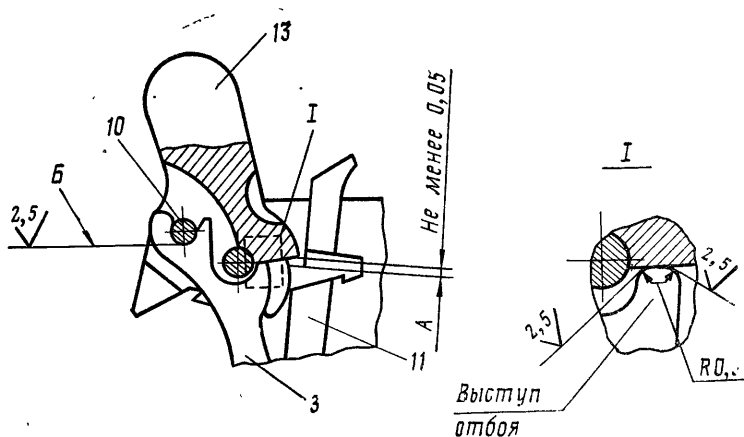

Рис. 46. Подгонка тяги курка:
11.3. Проверить отбой курка, для чего: спустить курок с боевого взвода, через окно в рамке проверить зазор между предохранительным взводом курка и зубом шептала (размер *А* на рис. 46), который должен быть 0,05—0,4 мм.
11.4. При зазоре менее 0,05 мм опилить выемку *Б* (рис. 46) тяги 3 до получения зазора *А* (отбоя курка) 0,05—0,4 мм.
При зазоре более 0,4 мм опилить выступ отбоя на тяге курка по рис. 46.